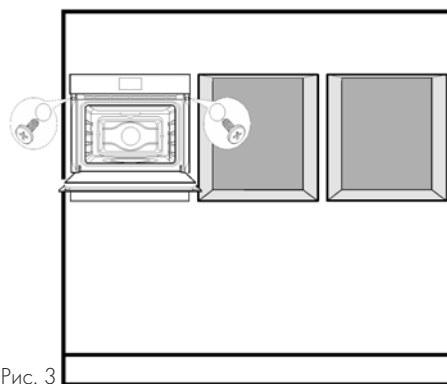

Рис. 3
4. Если в комплект кухонной техники не входит духовой шкаф на 60 см, **но входит встраиваемая техника высотой 45 см с выдвижными ящиками**, сначала устанавливают, центрируют и закрепляют их. (Рис. 3).